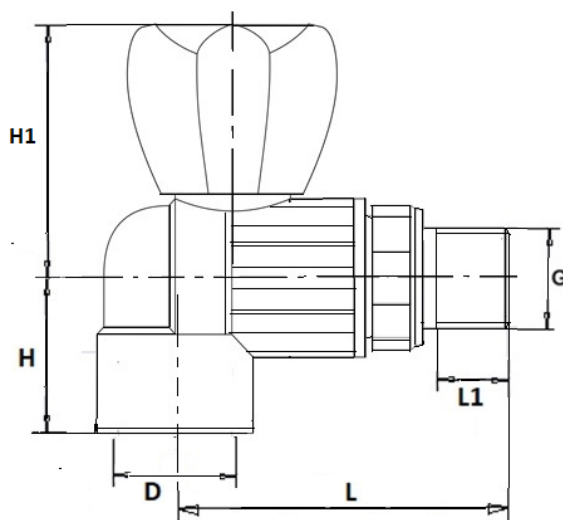

Рисунок 2. Кран шаровой радиаторный угловой.
3.2. Кран шаровой радиаторный угловой (Рис.2).